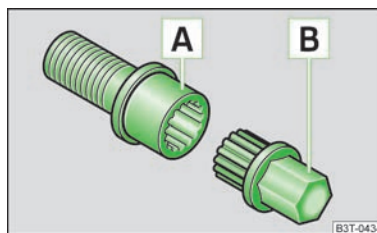

Fig. 179
- Introduceți adaptorul  cu partea zimțată până la limită pe dantura interioară a șurubului de siguranță , astfel încât să se mai vadă doar partea sa hexagonală » fig. 179.